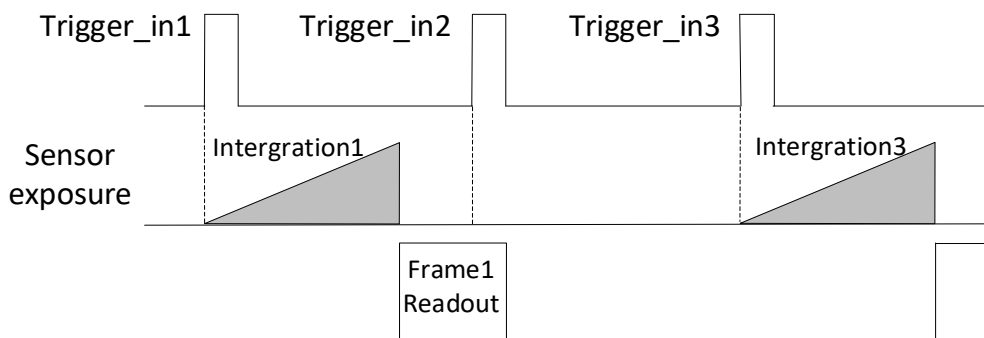

图4-18 第 2 帧被过滤时序
- 不启用触发缓存使能：第 2 个触发信号直接被过滤，不做处理，如图 4-18 所示；